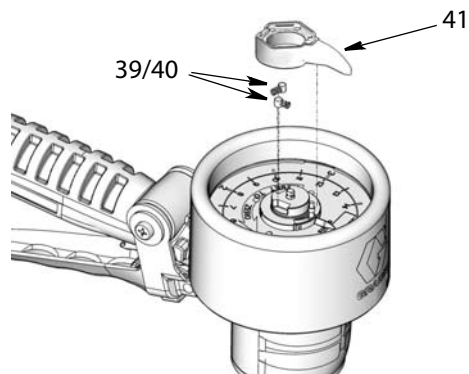

Рис. 24
5. Установите указатель (41), пружины (39) и штифты (40), как показано на Рис. 24.